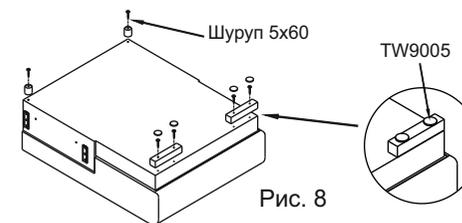

Рис. 8
- прикрутить опоры ОЦ-50 на задних углах основания, а декоративные опоры на передних углах основания (Рис.8)
наклеить подпятник TW9005 на декоративные опоры (Рис.8)